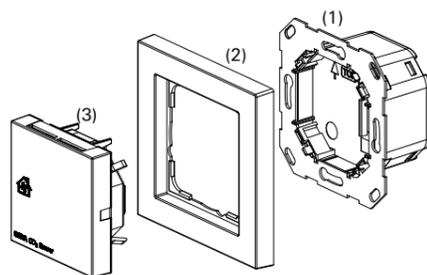

Fig. 1: Eléments de l'appareil
Les flèches et l'inscription TOP sont orientées vers le haut, voir Fig. 1, module encastré (1).